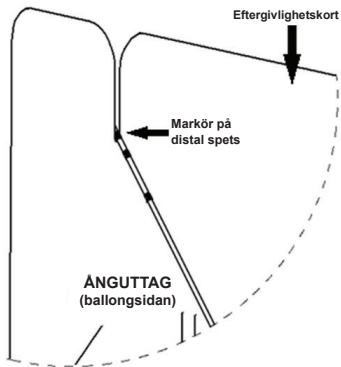

Bild 2 Rak konfiguration
4. Placera markörbandet i den distala spetsen i botten av och inuti i ånguttaget. (se bild 2)